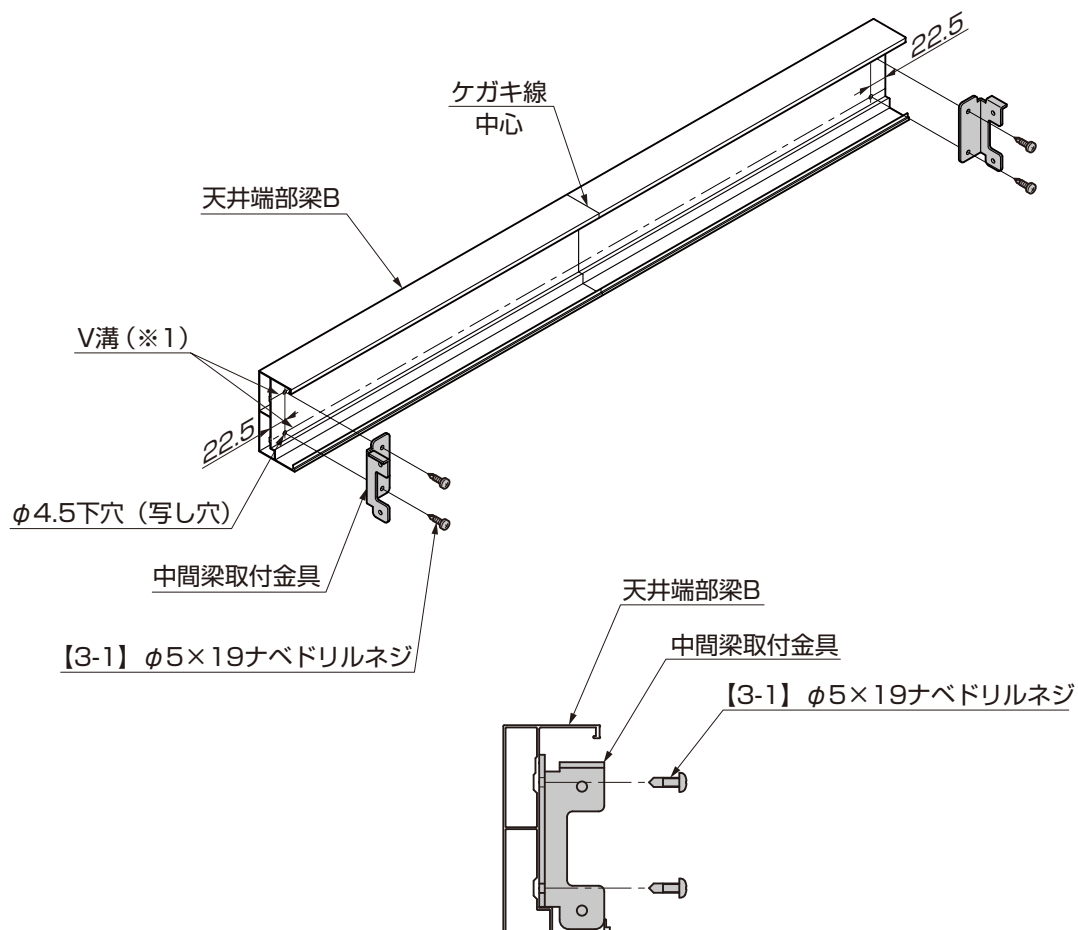

図6-1 中間梁取付金具取付け位置
- ③中間梁取付金具を天井端部梁Bに【3-1】で取付けてください。（図6-1参照）
- ④中間梁取付金具のフィン(※3)を桁の溝に引っ掛けてください。
- ⑤天井端部梁Bを回転させて、中間梁取付金具を桁の下穴(※4)の位置を合わせてください。
- ⑥中間梁取付金具を【3-1】で取付けてください。